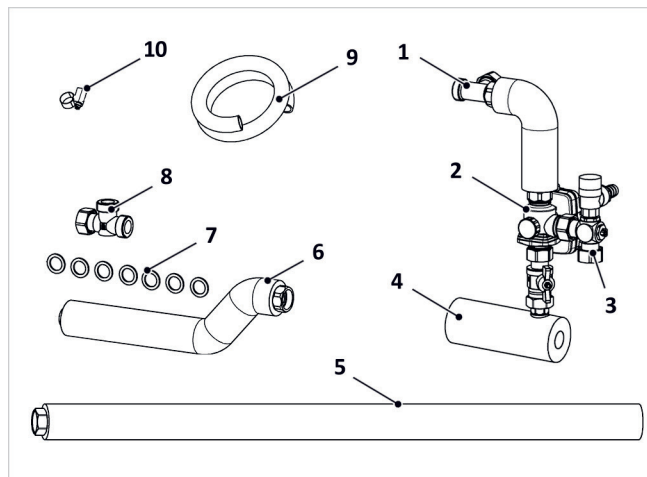
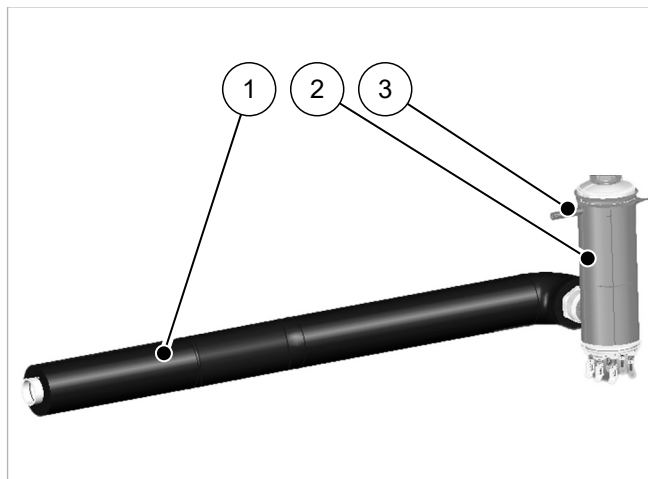

Fig. 2: Paquete de montaje de válvula de 3 vías LM WP
Fig. 7: Cartucho calefactor con tubo de avance BC
Para la identificación de las piezas, véase también la ➔ fig. 2, pág. 8.
En la combinación de SolvisMax Solo con SolvisLea Eco, el cartucho calefactor suministrado (HPT) debe integrarse también en el avance de la bomba de calor en el módulo de carga WP-SL-VSG. Este "Paquete de montaje LM WP-SL HPT" (→ *fig. 7*) sustituye aquí al "tubo de conexión WP-VL", véase → *fig. 2 (5)*.